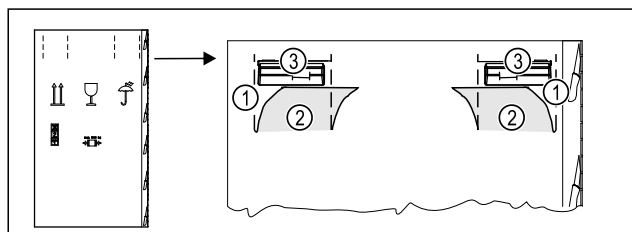

Fig. 4
- ▶ Verpackungskarton oben an der Perforierung Fig. 4 (1) eindrücken.
- ▶ Eingedrückte Laschen Fig. 4 (2) herausziehen.
- ▶ Tragegriff Fig. 4 (3) rechts und links ist sichtbar.
- ▶ Gerät an den Tragegriffen Fig. 4 (3) halten.